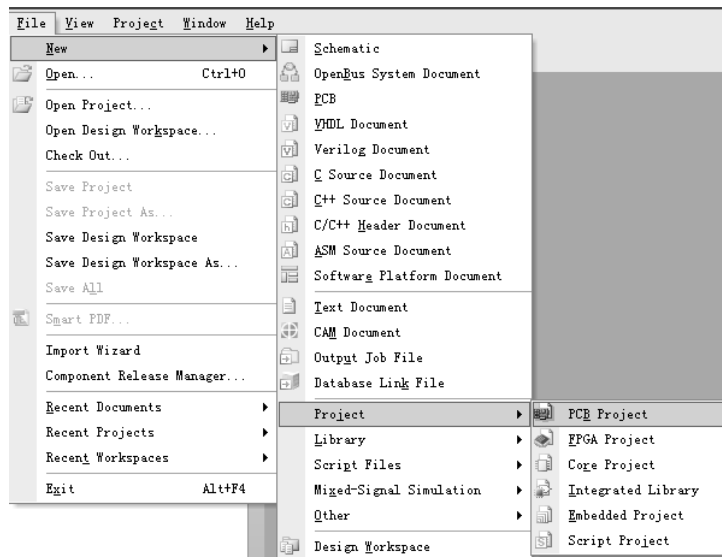

图 2.1.3 新建 PCB 项目
(1) 新建 PCB 项目：执行“File (文件)” “New (新建)” “Project (项目)” “PCB Project (PCB 项目)” 命令，如图 2.1.3 所示。